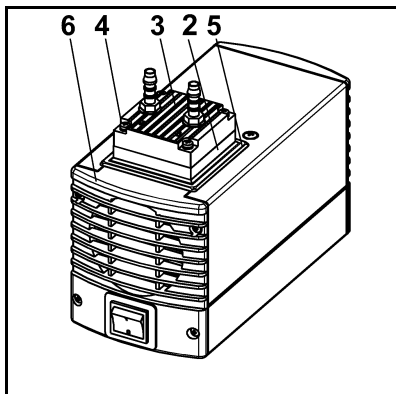

Fig. 7: Desmontar el cabezal de bomba
1. Marcar la tapa de cabezal (Fig. 7/3), la placa intermedia (2), la cubierta (5) y la tapa de la carcasa (6) trazando una línea continua con el lápiz. De este modo se evitará que las piezas se monten después incorrectamente.
2. Soltar los cuatro tornillos de la tapa de cabezal (4) y retirar la tapa de cabezal (3) junto con la placa intermedia (2) del cuerpo de bomba.
1. Retirar de la placa intermedia (2) las placas de válvula/juntas (7).
2. Comprobar la limpieza de los asientos de válvula, la placa intermedia (2) y la tapa de cabezal (fig. 7/3); en caso de irregularidades y rascadas estas piezas deberán sustituirse.
3. Insertar las nuevas placas de válvula/juntas (7) en los asientos de válvula de la placa intermedia (2); las placas de válvula/juntas son idénticas para los lados de presión y aspiración, lo mismo es válido para el lado superior e inferior de las placas de válvula/juntas.
4. Asegurarse de que las placas de válvula/juntas (7) no están tensadas realizando un ligero movimiento horizontal de las mismas.
1. Colocar la placa intermedia (2) con placas de válvula/juntas (7) según la marca de lápiz en la carcasa.
2. Colocar la tapa de cabezal (fig. 7/3) junto con la cubierta (fig. 7/5) según la marca en la placa intermedia (2).
3. Comprobar el centrado de la tapa de cabezal (fig. 7/3) mediante un ligero movimiento lateral de la misma.
4. Apretar los tornillos (4) en cruz manualmente.